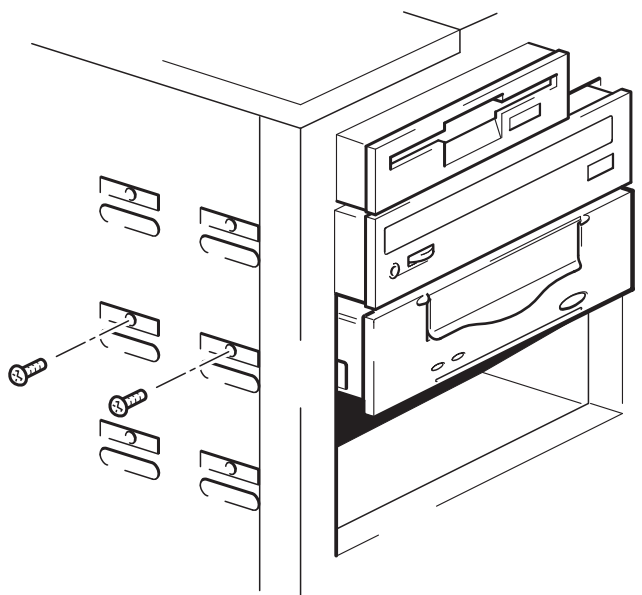

Figura 9b: fissaggio dell'unità, senza accessori di montaggio
- 1 Posizionare correttamente l'unità a nastro. Verificare che i fori dello chassis siano allineati con quelli laterali dell'unità a nastro e utilizzare le viti fornite con il kit delle guide per bloccare l'unità, come illustrato nella figura 9b.